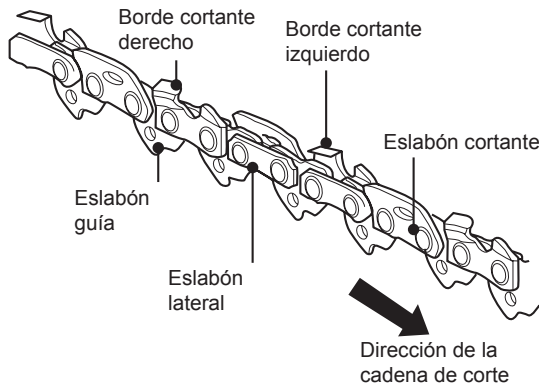

Imagen 40
- > La diferencia en altura entre el diente y la cresta es la profundidad de corte. En el momento de afilar la cadena de corte [4] usted deberá considerar los siguientes puntos (Imagen 40).